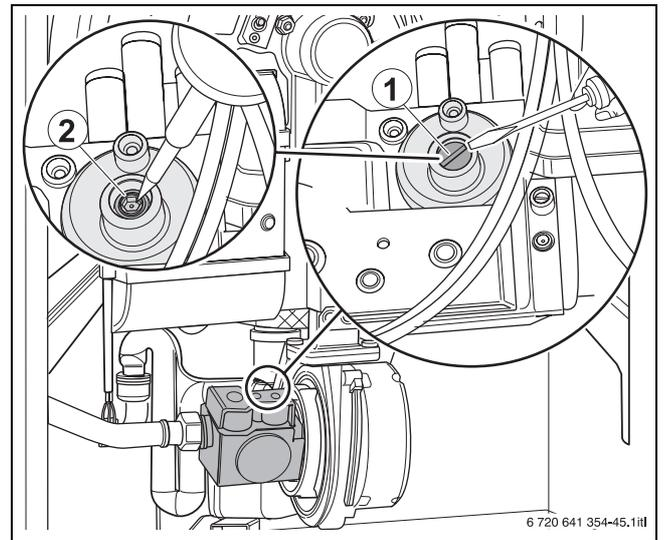

Fig. 46 Controllo della taratura del CO2 con carico parziale
- Rimuovere la vite di copertura della vite di regolazione del carico parziale (→ fig. 46, [1]).
- In caso di valori di CO2 inferiori a 9,0%, o superiori a 9,6%, correggere l'impostazione sulla vite di regolazione per basso carico portandola a un valore del 9,3% (→ fig. 46, [2]).
- In caso di valori di CO2 inferiori a 9,8%, o superiori a 10,8%, correggere l'impostazione sulla vite di regolazione per basso carico portandola a un valore del 10,3% (→ fig. 46, [2]).